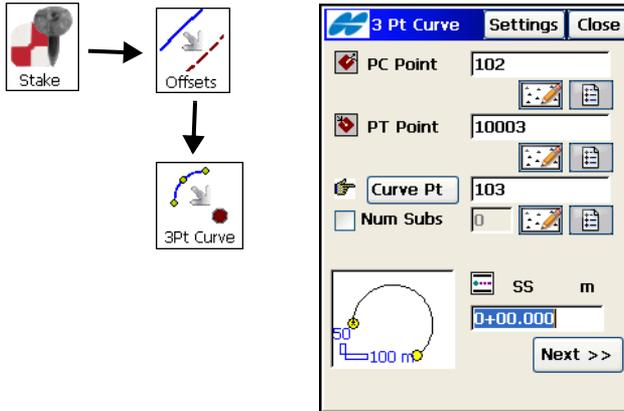

Abbildung 9-26. Kurve durch drei Punkte
2. Bestimmen Sie im Fenster **3-Pkt Kurve** (Abbildung 9-26 auf Seite 9-21) die drei bekannten Punkte (über Karte oder Liste). Tippen Sie auf **Weiter**: